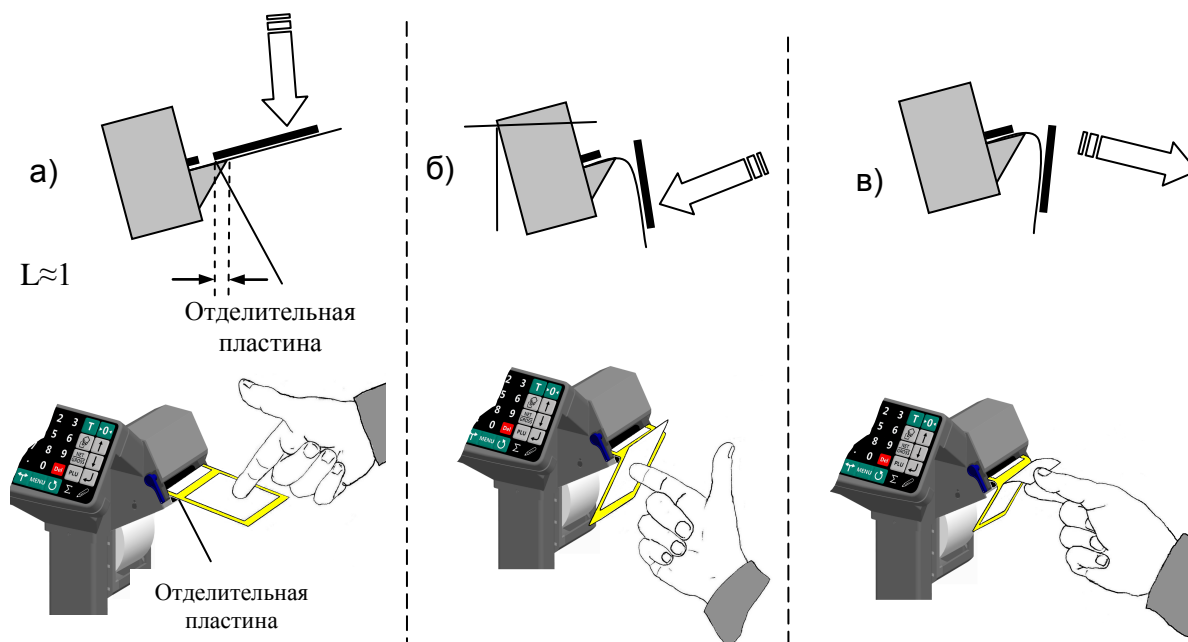

Рис. 2.4 - Ручное отделение этикетки в терминалах RP и R2P
- После печати край этикетки остановится над отделительной пластиной (Рис. 2.4 а);
- Легким нажатием указательного пальца отклонить этикетку вниз вместе с лентой (Рис. 2.4 б).
- Снять этикетку с ленты, удерживая ее за верхний край большим и указательным пальцами (Рис. 2.4 в).